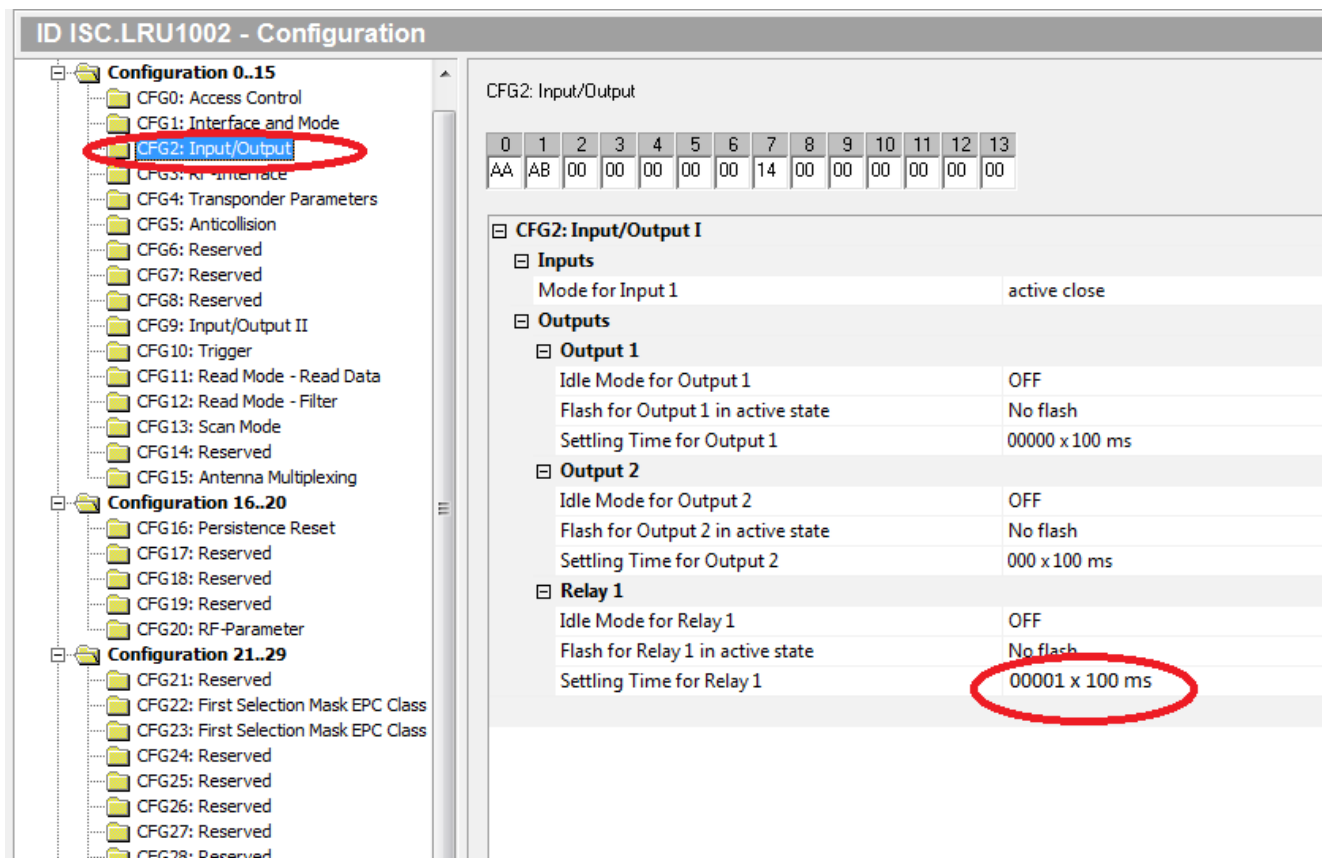

Рисунок 9
6.11 Настроить длительность удержания реле в меню CFG2: Input/Output, например, на 100мс (см. рисунок 9). Для сохранения изменений необходимо нажать oх81 Write.